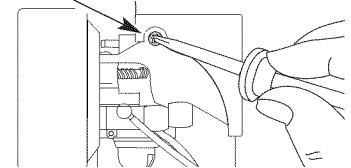

Fig. 27
La velocidad mínima del motor puede ser ajustada. Puede tener acceso al tornillo de ajuste de mínima a través de un orificio en la parte superior de la cubierta del motor (Fig. 27).
2. Suelte el gatillo del regulador y deje que el motor funcione en mínima. Si el motor se para, inserte un destornillador Phillips pequeño en el orificio de la cubierta del motor (Fig. 27). Gire el tornillo de mínima hacia adentro, en sentido horario, de a 1/8 de vuelta por vez (según sea necesario) hasta que el motor funcione en mínima suavemente.